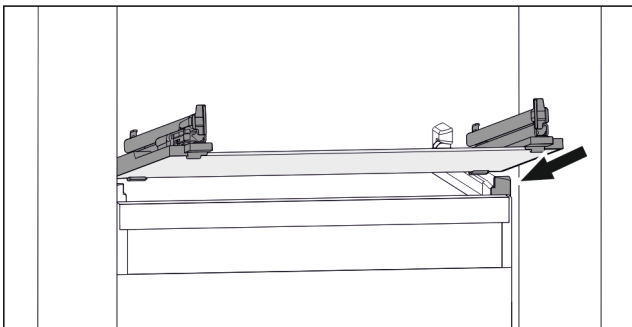

Fig. 111 Приблизне відображення скляної пластини
- ▶ Встановити скляну пластину за стопорами навкосою. (див. Fig. 111)